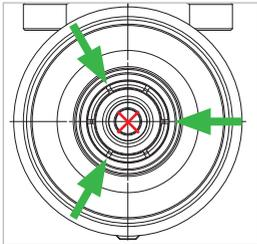

Abbildung 7
Hinweis: Achten Sie darauf, dass kein Reinigungsmittel in den Gaskanal (*Abbildung 7*) gelangt.
- ▶ Geben Sie je einen kurzen Sprühstoß mit dem Zielröhrchen zwischen jede zweite Spann- und Führungszange (*Abbildung 7*).
Achtung: Der Schmierstoff darf nicht in den Gaskanal gelangen (*Abbildung 7*).